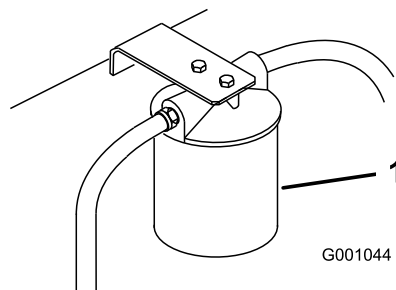

Figura 99
3. Coloque um recipiente de escoamento debaixo do filtro, retire o filtro antigo e limpe a superfície da junta do adaptador do filtro (Figura 99).